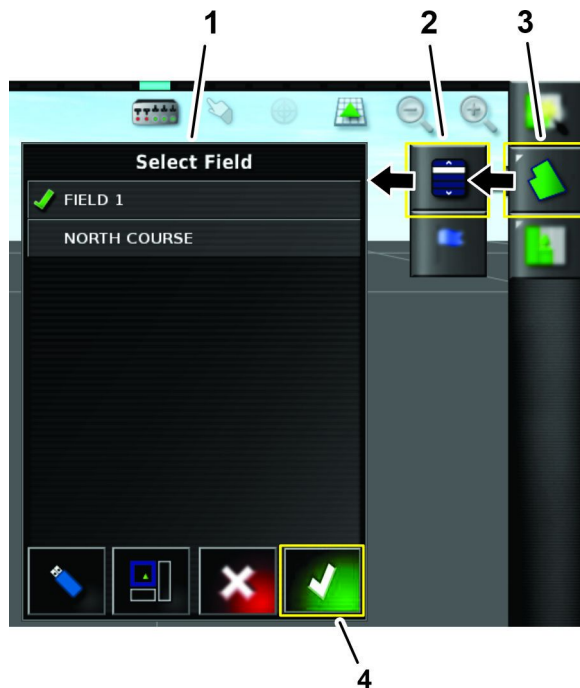

Figura 68
6. Selecione o nome do setor existente (Figura 68).